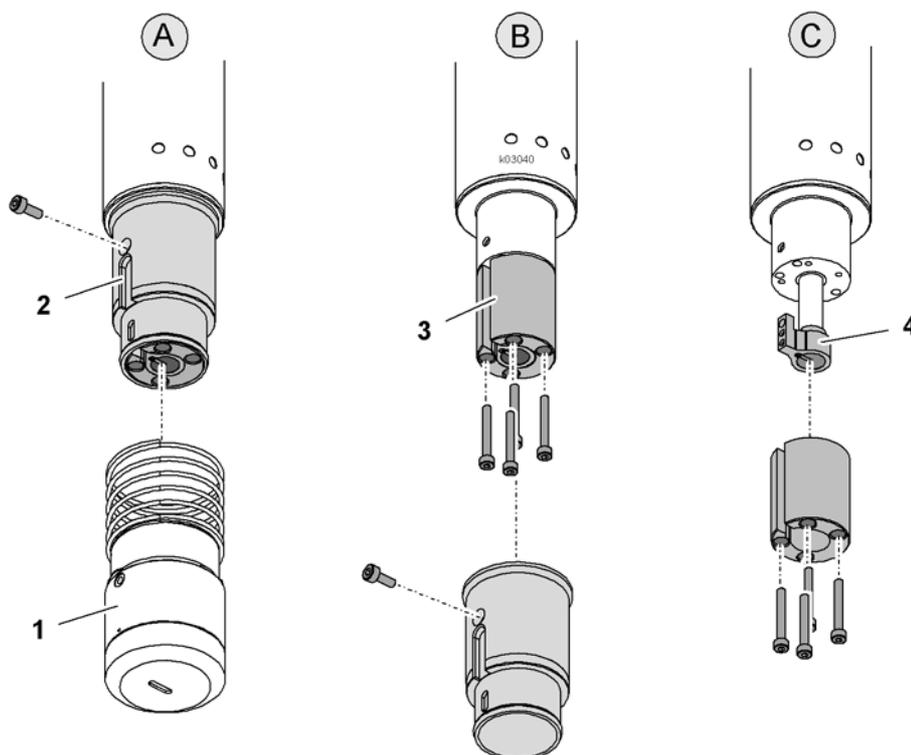

Fig. 15 Nettoyer le porte-lame
- ⇒ Retire le patin de guidage à ressort ("Fig. 15, Nettoyer le porte-lame", pos 1)
- ⇒ Dévisser la vis de fixation de la partie antérieure du boîtier ("Fig. 15, Nettoyer le porte-lame", pos. 2)
- ⇒ Démontez la douille de guidage ("Fig. 15, Nettoyer le porte-lame", pos. 3)
- ⇒ Nettoyer le porte-lame ("Fig. 15, Nettoyer le porte-lame", pos. 4) et la douille de guidage avec un chiffon sans fibre, propre, trempé dans de l'huile de guidage